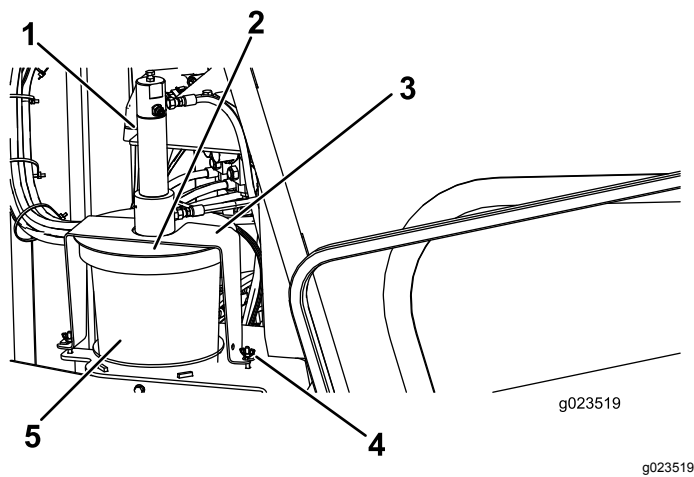

Figura 65
3. Afloje las tuercas de orejeta que sujetan las pletinas de sujeción a la máquina (Figura 65).
4. Gire la tapa y separe las pletinas de sujeción de los pernos de retención (Figura 65).
5. Retire la tapa del cubo de lubricante de roscas vacío (Figura 65).
7. Coloque el pistón en el cubo nuevo y baje la tapa sobre el cubo (Figura 65).
8. Coloque las pletinas de sujeción sobre los pernos de retención y gire la tapa para enganchar las pletinas en los pernos (Figura 65).